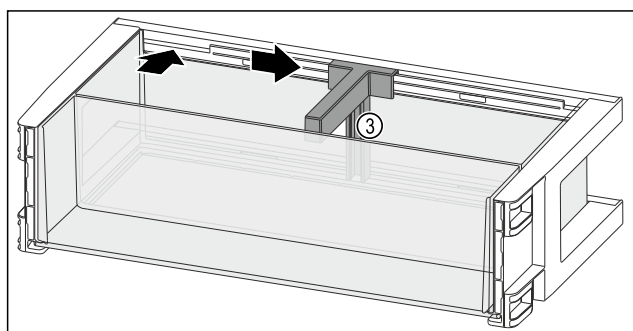

Fig. 119
- Vložte držiak fľaš Fig. 119 (3) do vybraní.
- Potlačte držiak fľaš Fig. 119 (3) v požadovanej polohe do strany.